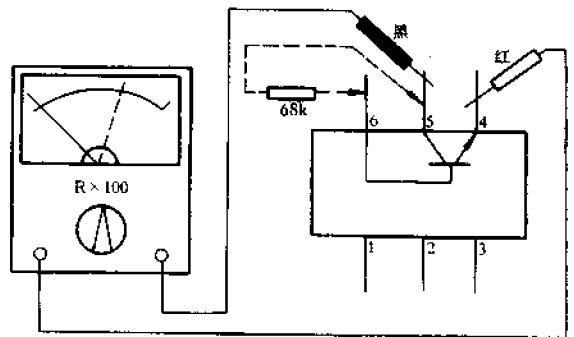

图 4-212 检测 4N35 内光敏管穿透电流和放大能力
② 检测光敏管的穿透电流及放大能力。测试方法如图 4-212 所示。将万用表置于  $R \times 1k$  挡, 黑表笔接⑤脚(接收管 c), 红表笔接④脚(接收管 e), 此时, 电阻值为  $\infty$ 。接着用一只  $68k\Omega$  电阻跨接在⑥脚与⑤脚之间, 此时, 万用表指针大幅度向右摆动。由此证明光敏管的放大能力很强。